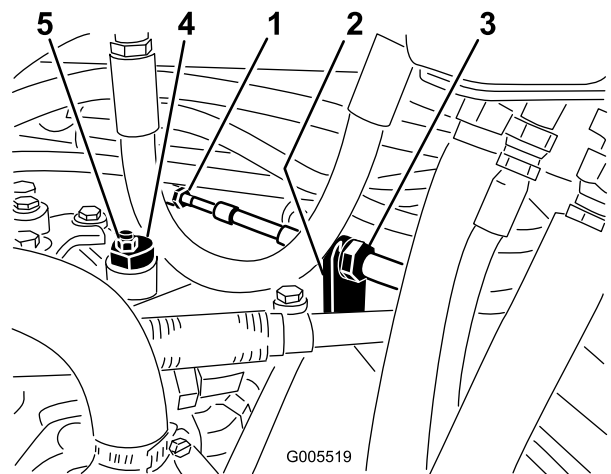

Bild 54
- A. Lösen Sie beide Klemmmuttern, mit denen der Fahrtriebs-Bowdenzug an der Trennwand am Hydrostat befestigt ist (Bild 54). Achten Sie darauf, dass die Klemmmuttern gleichmäßig gelockert sind und eine ausreichende Einstellung ermöglichen.
Hinweis: Lösen Sie die Mutter, mit der der Exzenter oben am Hydrostat befestigt ist (Bild 54).
- C. Drehen Sie den Exzenter, bis kein Kriechen in jeder Richtung auftritt. Ziehen Sie die Schraube fest, wenn sich das Rad nicht mehr dreht, um den Exzenter und die Einstellung zu arretieren (Bild 54). Überprüfen Sie die Einstellung mit dem Gasbedienungshebel auf „Langsam“ und auf „Schnell“.
- D. Ziehen Sie die Sicherungsmuttern, mit denen der Bowdenzug an der Trennwand befestigt ist, gleichmäßig von der Innenseite der Trennwand fest (Bild 54).